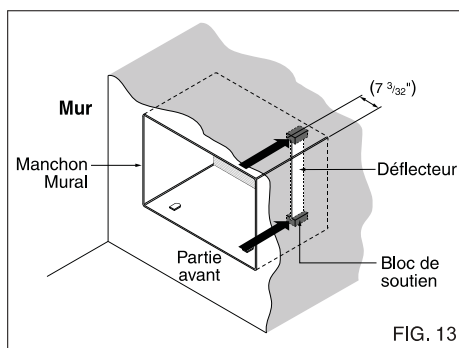

FIG. 13
- 6** Ôtez le film protecteur des blocs de soutien et attachez-les à la partie intérieure du manchon mural, comme montré dans la figure 13. Glissez le déflecteur dans les rainures des blocs de soutien.